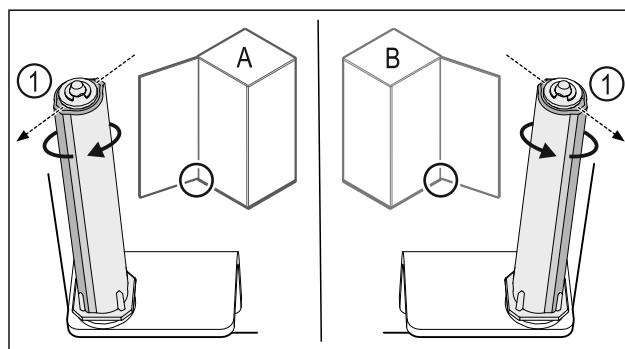

Fig. 46 Vänsteranslag (A) / högeranslag (B)
- Vrid låssystemet mot motståndet tills låssystemets stag Fig. 46 (1) pekar utåt.